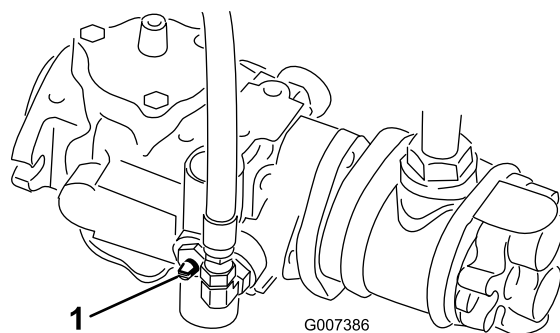

図 35
1. 油圧ポンプについているバイパスバルブ（図 35）の溝が「縦」になるようにバルブを回転させる。
2. エンジンを始動する時には、必ずバイパスバルブ（図 35）を閉じる（溝が横向きになる）。バルブを開けたままでエンジンを掛けられないこと。